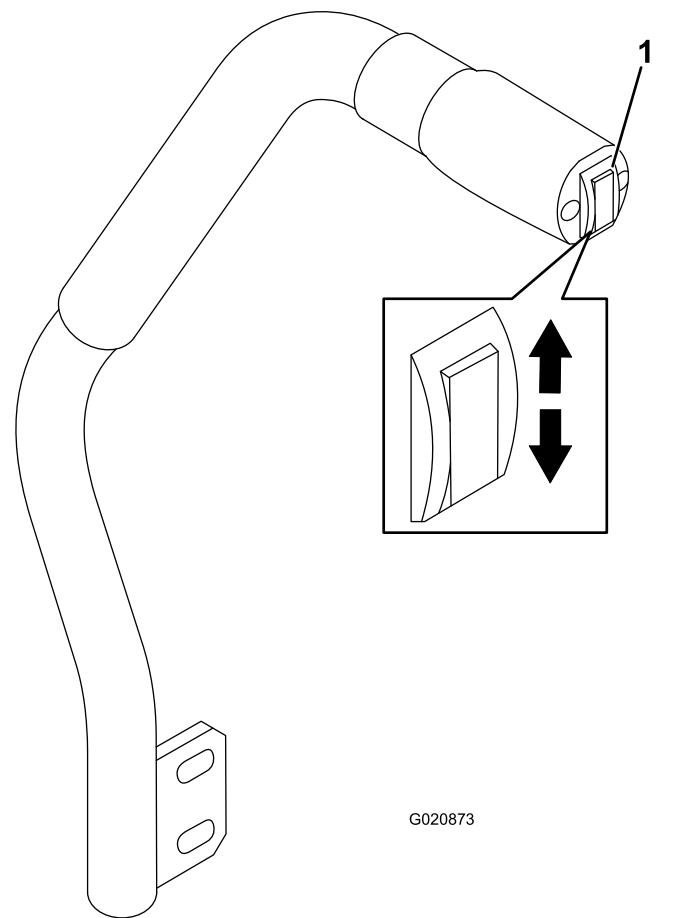

Figura 23
El interruptor de elevación de la carcasa eleva y baja la unidad de corte (Figura 23). El motor debe estar en marcha para poder utilizar esta palanca.
- Para bajar la unidad de corte, presione hacia abajo el interruptor de elevación de la carcasa (Figura 23).
- Para elevar la carcasa de corte, suba el interruptor de elevación de la carcasa (Figura 23).
1. Con el motor en marcha, presione hacia arriba el interruptor de elevación de la carcasa hasta que la unidad de corte esté elevada del todo y **suelte el interruptor inmediatamente** (Figura 23).